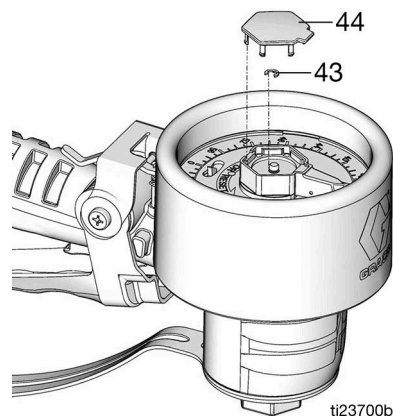

FIG. 26
2. Remova a tampa (44) e o pequeno anel de retenção (43) (FIG. 26).